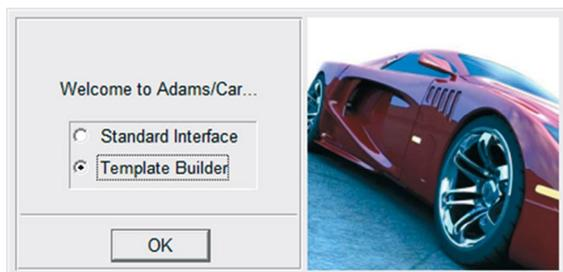

Figura 5.1 – Tela de inicialização do Módulo ADAMS/Car.
Ao inicializar o módulo ADAMS/Car, as seguintes opções estarão disponíveis na janela de abertura: *Standard Interface* e *Template Builder* (item 1.2.1), conforme mostra a Figura 5.1. O usuário deverá marcar a opção *Template Builder*, uma vez que um novo projeto será criado, depois clicar na opção *OK*.